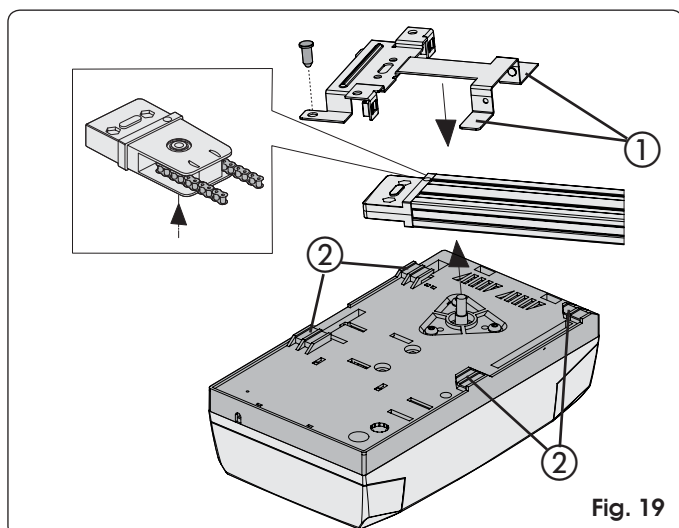
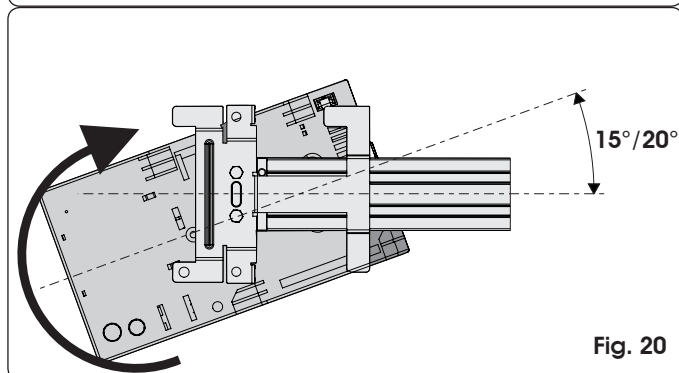
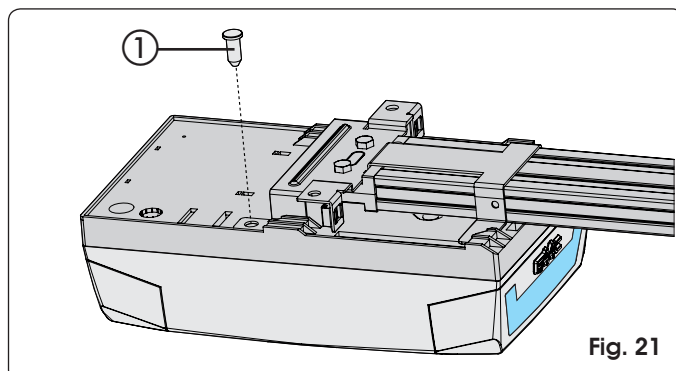

Fig. 19
Fig. 20
Fig. 21
- 1) Manteniendo inclinado  $15^{\circ}/20^{\circ}$  el operador (Fig. 20), introduzca el eje del motor reductor en el acoplamiento presente en el empalme posterior de la guía de deslizamiento y acerque las aletas (Fig. 19 ref. ①) a los alojamientos situados en el fondo de la base del operador (Fig. 19 ref. ②).
- 2) Gire el operador en el sentido indicado en la Fig. 20 hasta la posición mostrada en la Fig. 21 de modo que la chaveta se introduzca en el orificio del empalme posterior (Fig. 21 ref. ①).